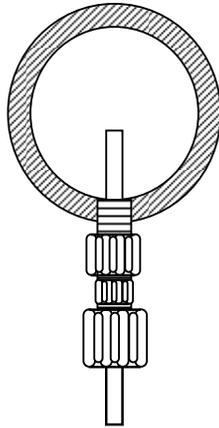

Fig. 6 Inserimento della valvola d'iniezione nella tubazione
- Se la sostanza chimica dosata non viene drenata abbastanza rapidamente dal flusso dell'acqua, si può arrivare alla corrosione dell'ugello e della valvola d'iniezione. Si può evitare facilmente tale problema installando la valvola d'iniezione in modo tale che la sua estremità sia al centro del flusso nella tubazione, in cui viene dosata la sostanza chimica (fig. 6). Sono disponibili anche valvole d'iniezione allungate, per grandi tubazioni. Per informazioni più dettagliate consultare il fornitore.